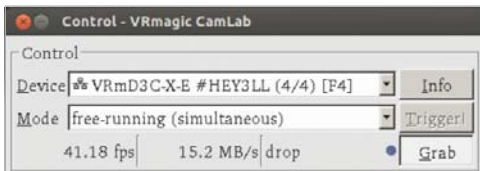

図14: CamLabで選択されたカメラ
1. カメラのIPアドレスを見るにはCamLabの**info**ボタンをクリックします (→43ページの図14)。